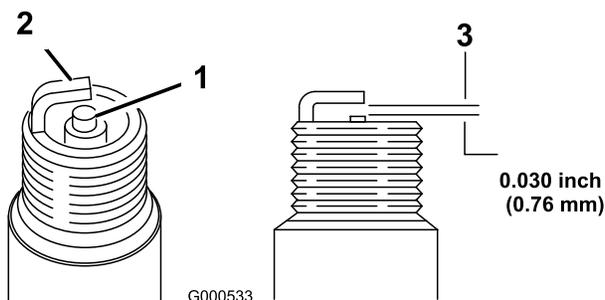

Figura 18
5. Fije el hueco entre los electrodos en 0,76 mm (Figura 18).